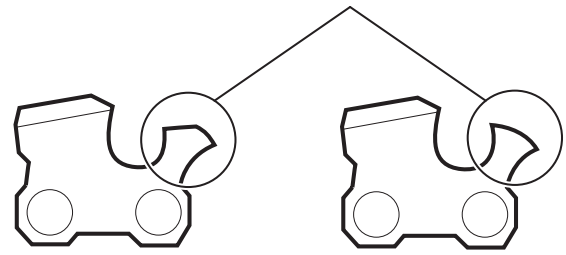

Fig. 40
- Después de bajar el calibre de profundidad, utilice la lima plana para devolverle al calibre de profundidad la forma redondeada original (Fig. 40). Tenga cuidado de no dañar los bordes de corte y los eslabones cercanos.